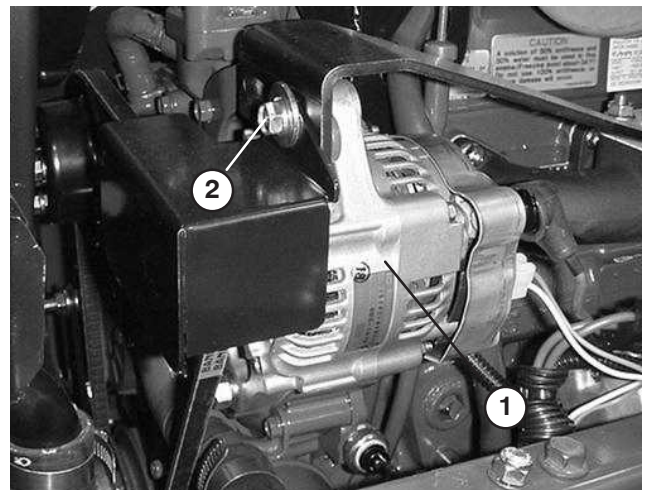

Figure 54
2. Lorsque la tension est correcte, la courroie présente une flèche de 10 mm quand une force de 44 N est exercée à mi-chemin entre les poulies (Fig. 54).